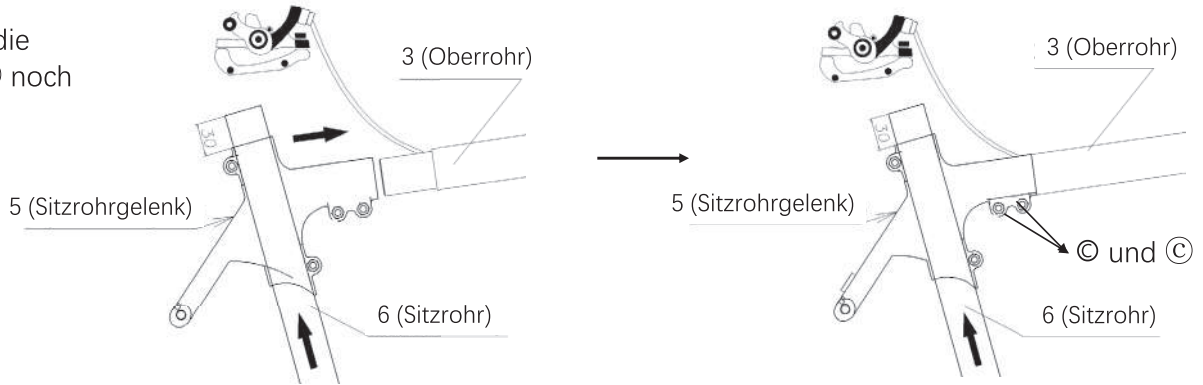

Abb. 11
a. Setzen Sie Teil 3 in Teil 5 ein, wie in Abb. 11 gezeigt.